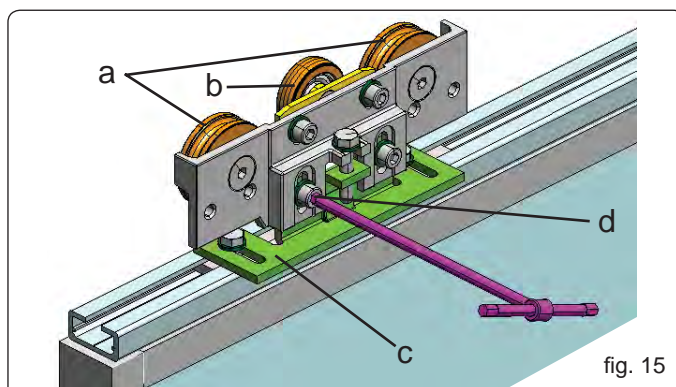

fig. 15
Vagnarna har två glidhjul (Fig.15 ref. a) och ett motkraftshjul (Fig.15 ref. b)
Två fästen medföljer till basen av vagnarna. Dessa fästen möjliggör justering av bladets djup. (Fig.15 ref. c)
- Lossa försiktigt de två skruvarna på cylinderhuvudet - Fig.15 ref. d.